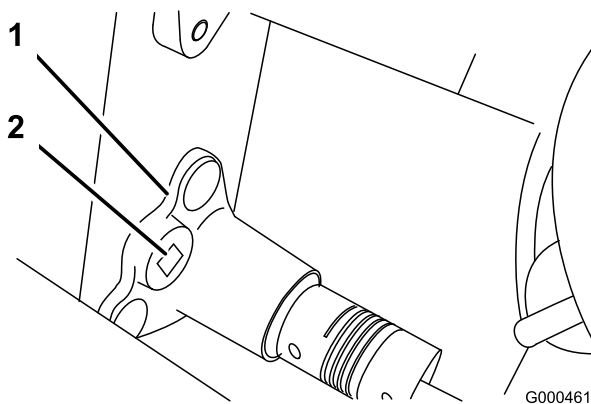

図 37
B. 3/8インチのトルクレンチでベアリング・ハウジングを0.4~0.46 kg・mのトルクで回転させてベルトを張る（図 37）。